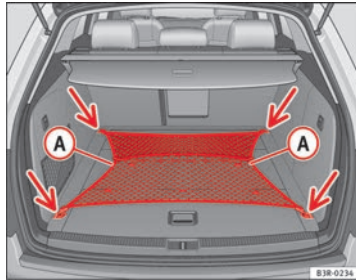

Abb. 116 Ausgespanntes Gepäcknetz
- Befestigen Sie das Gepäcknetz an den vier Verzurrösen -Pfeile- → Abb. 116.